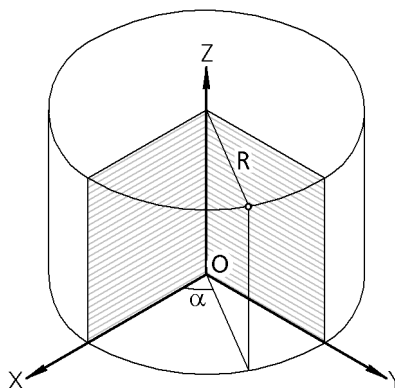

Рис. 120.3. Построение точки по цилиндрическим координатам; XYZ – система координат точки
- ▼ ось Z цилиндрической системы координат совпадает с осью Z системы координат точки. Значение координаты A определяет угол поворота точки α и отсчитывается в плоскости XY от оси X против часовой стрелки (рис. 120.3).